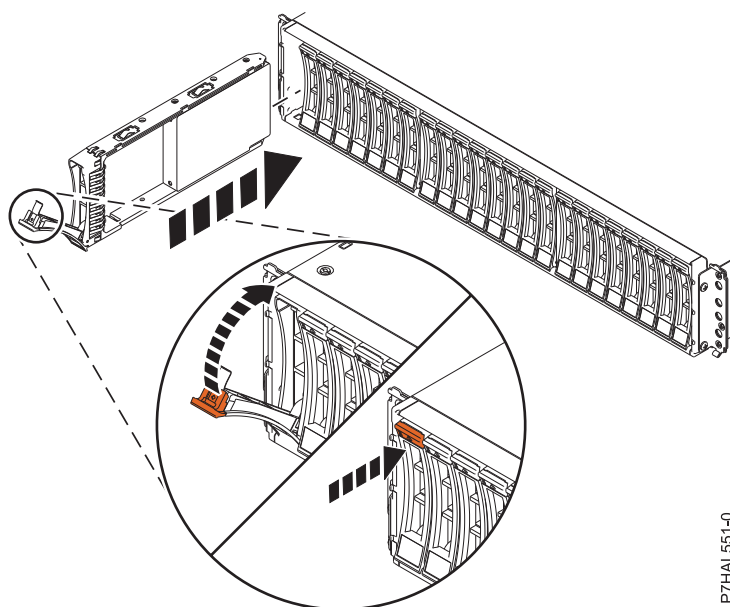

Figura 14. Instalar ou substituir a unidade de disco no suporte de unidades de disco
3. Com a pega na posição desbloqueada, conforme demonstrado em Figura 14, , apoie a parte inferior da unidade à medida que a alinha com as calhas de guia na unidade de expansão.
8. Bloqueie a unidade ao rodar a pega do compartimento (A) na direcção demonstrada em Figura 14.